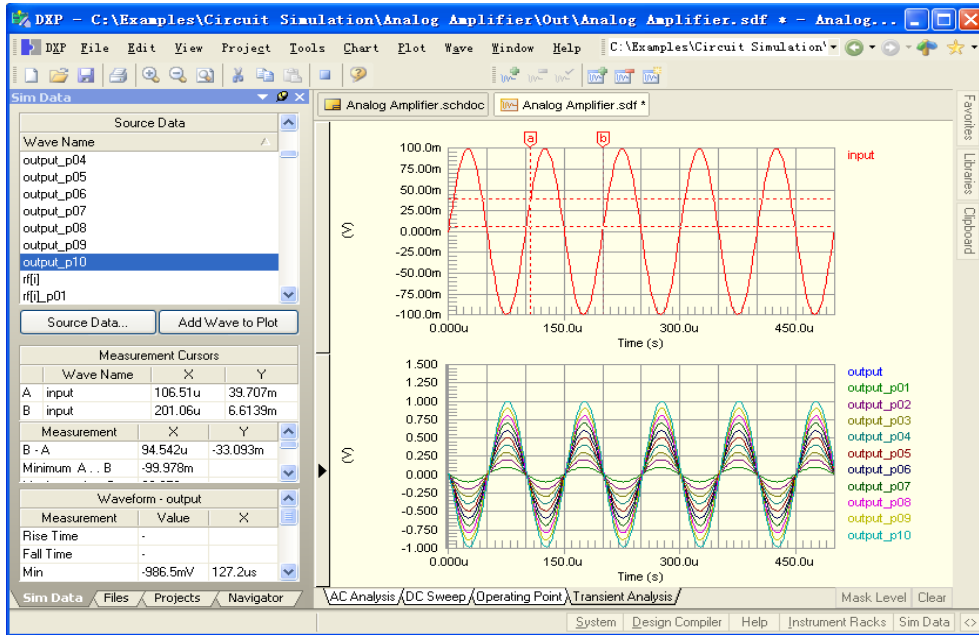
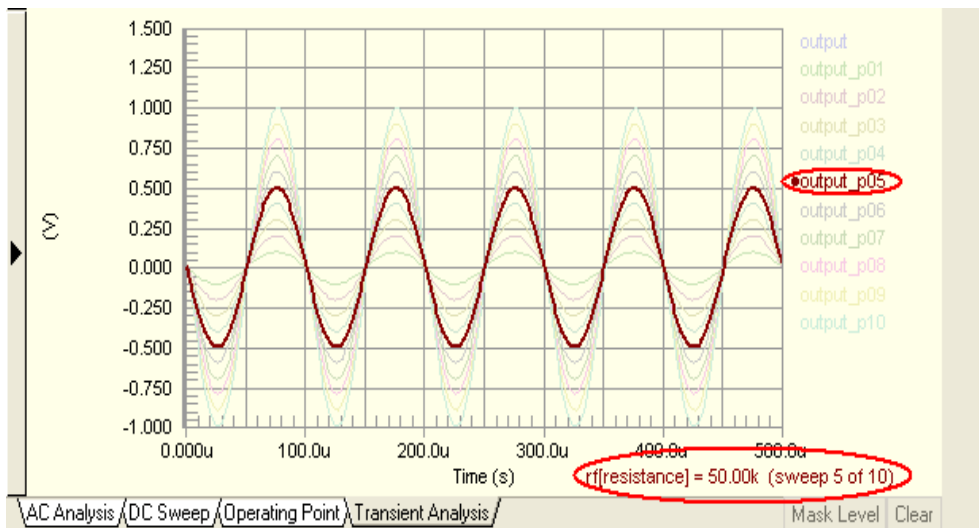

图10 扫描结果输出
图11 选择仿真参数
- 八、 扫描参数，输出仿真结果。 在如图10所示的仿真波形界面下，在弹出的菜单中选择 Cursor A和Cursor B，将会在波形上产生两个光标，拖动此光标就可以测量相关的数据，如图点击窗口左下角的Sim Data选项，在此界面下就能观察到实际的测量结果。还可以从其中挑选符合要求的图形，在波形下方将会对应其参数值，如图11